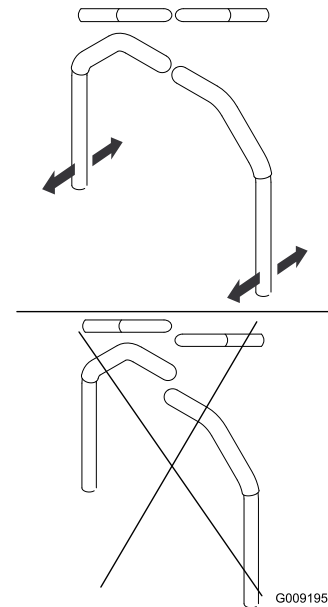

Figura 84
4. Ajuste la posición delante/detrás de las palancas acercándolas a la posición de punto MUERTO y deslizándolas hasta que queden alineadas, y luego apriete los pernos (Figura 84).